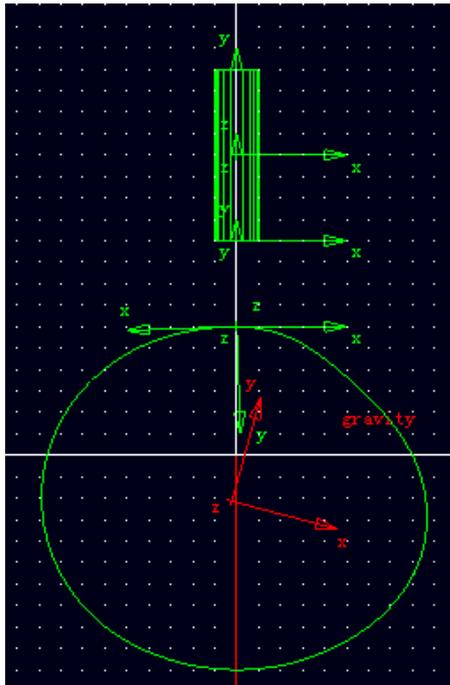

图 5-1 创建圆柱体
5.1 在 **ADAMS/View** 中零件库中选择圆柱体图标 , 参数选择 **New Part**, 其他参数 (**Length**, **Radius**) 可以不选择。在 **ADAMS/View** 工作窗口中用鼠标选择点击坐标 $(0, 100, 0)$ (因为本设计的对象是尖顶直动从动件盘形凸轮机构, 根据机械原理, 这种机构中从动件和凸轮之间没有偏距, 因此, 从动件需要创建在凸轮的正上方, 并且位置选择要合理, 不要太高), 如果选择不准确, 可以同时按住 **Ctrl** 键, 进行强制选择。然后选择点击坐标 $(0, 180, 0)$ (从动件的长度选择对后面的受力分析有影响, 从动件的长度越长, 质量越大, 对凸轮的压力也越大), 一个圆柱体创建出来, 如图 5-1 所示。